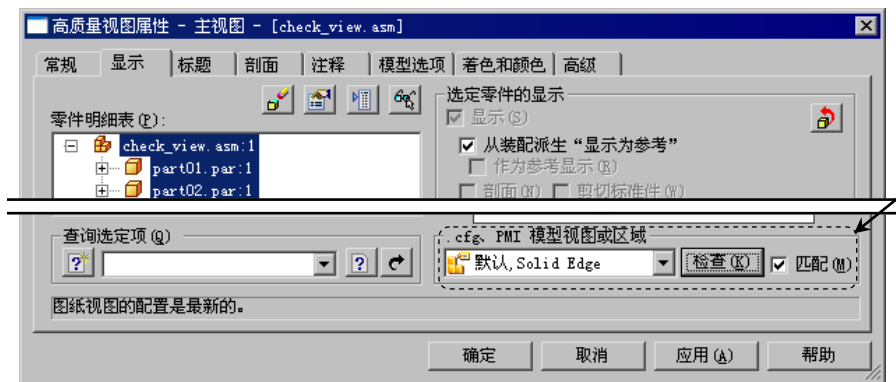

图 4.6.15 “高质量视图属性-主视图”对话框
- 单击 →  **Solid Edge 选项**，然后在弹出“Solid Edge 选项”对话框中选中**常规**选项卡中的 ☒ **装配配置更改使得该工程图文件中的图纸视图过期 (C)** 复选框，则将对所有视图进行检查是否过期。
- 也可以右击主视图，然后选择 **属性** 命令，在弹出“高质量视图属性-主视图”对话框“显示”选项卡中通过更改显示配置，然后选中图 4.6.15 所示的 ☒ **匹配 (M)** 复选框，可以自动检查每个图纸视图的过期状态。